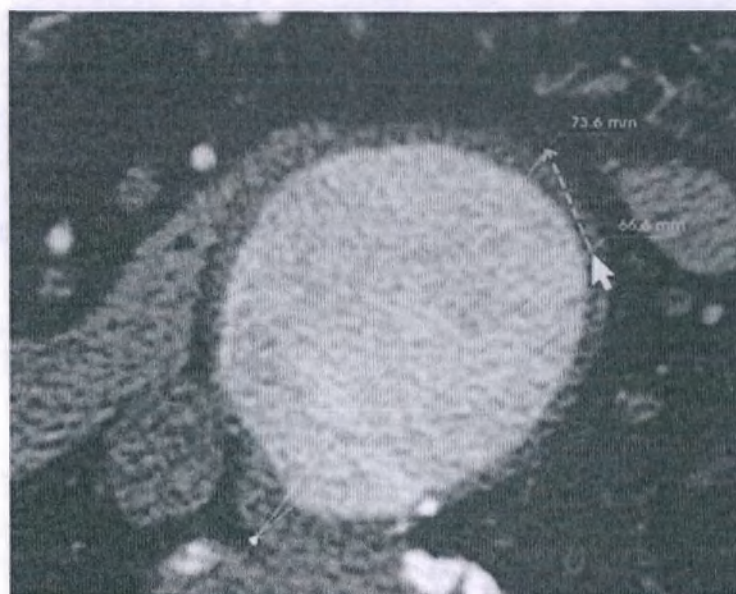

Рисунок 10: Ручное редактирование
- Измерения можно редактировать вручную для настройки тромбов и/или неоднородностей на КТ снимках. Вручную настройте желтые стрелки на виде 2D для редактирования измерения диаметра (Рисунок 10).